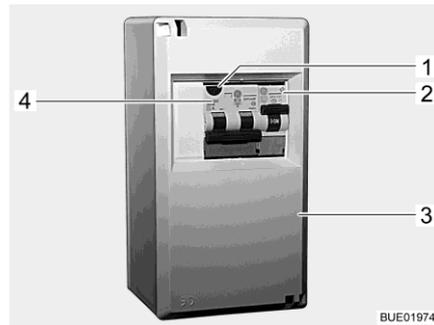
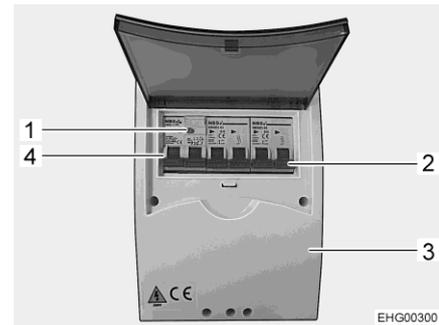

Fig. 136 Caja de fusibles de 230 V
Fig. 137 Caja de fusibles de 230 V (variante)
- Desconectar los interruptores de protección de línea (Fig. 136,2, Fig. 136,4 ó Fig. 137,2, Fig. 137,4) en la caja de fusibles (Fig. 136,3 ó Fig. 137,3).
- Al estar el vehículo conectado a la alimentación de 230 V, pulsar la tecla de prueba (Fig. 136,1 ó Fig. 137,1) del interruptor de corriente de defecto / de protección de línea combinado (Fig. 136,4 ó Fig. 137,4) en la caja de fusibles (Fig. 136,3 ó Fig. 137,3). Se debe activar el interruptor de corriente de defecto.